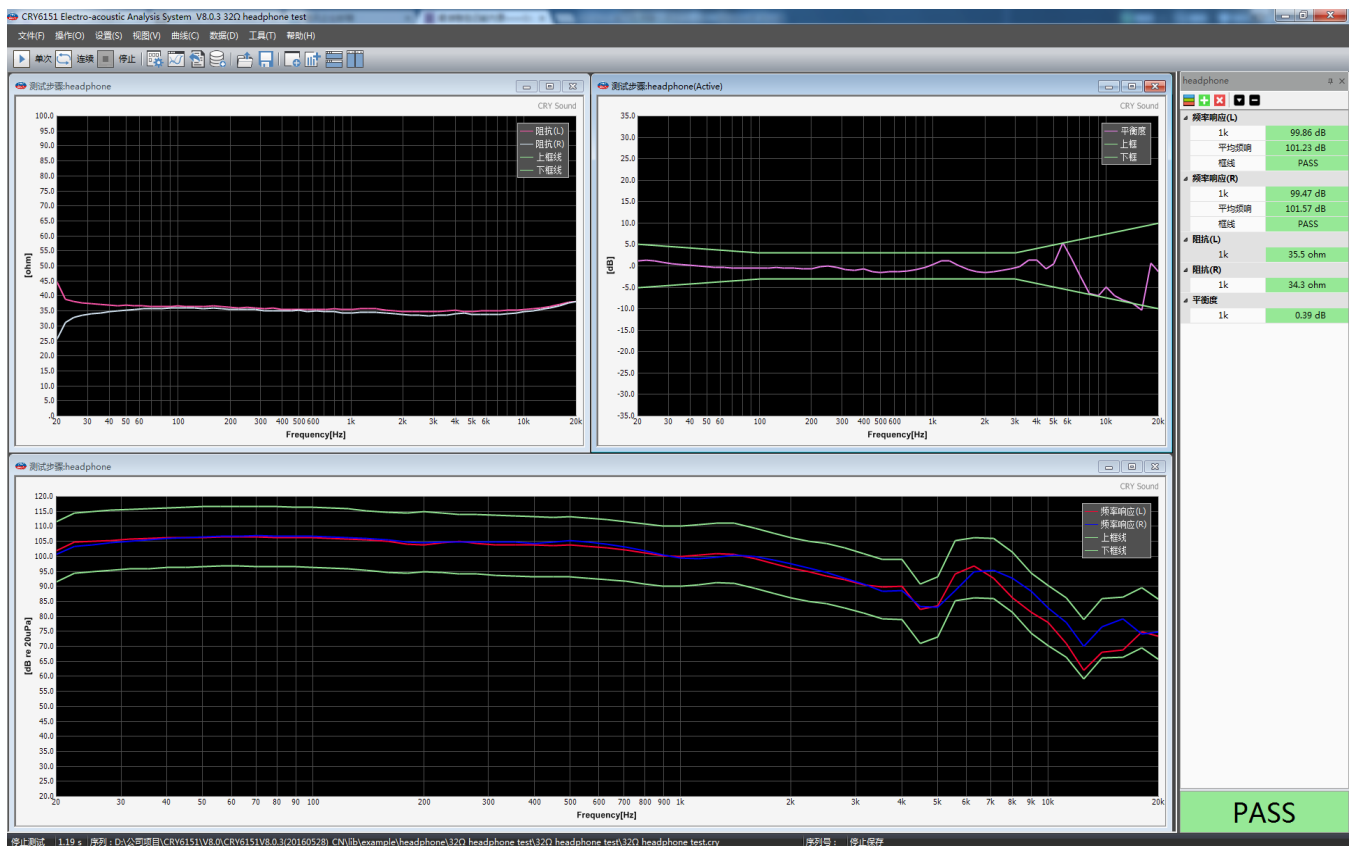

图 5.19 耳机方案测试图
- 成功添加 3 个曲线窗口，点击工具栏“平铺曲线窗口”，效果如图 5.19。
至此完成了示例的各项设置内容，点击运行开始测试，测试界面如图 5.19 所示。